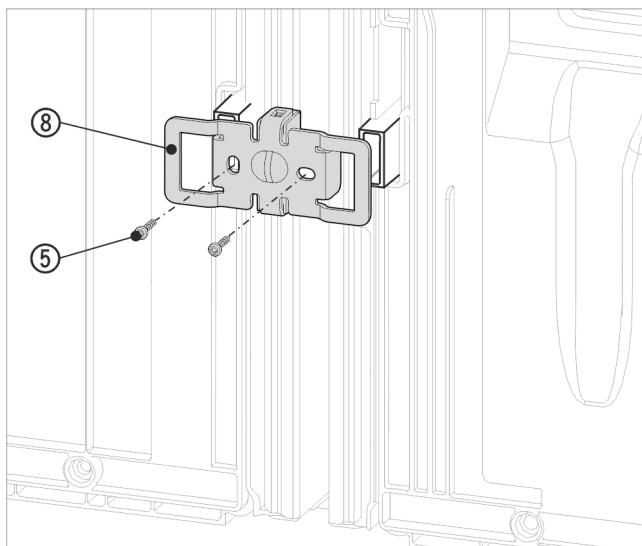

Fig. 19 Príklad zobrazenia
- Uholník Fig. 19 (8) opätovne posunúť s vybrániami nad uchytenie pre dištančné držiaky na stenu.
- Priskrutkujte ho pomocou 2 skrutiek Fig. 19 (5).